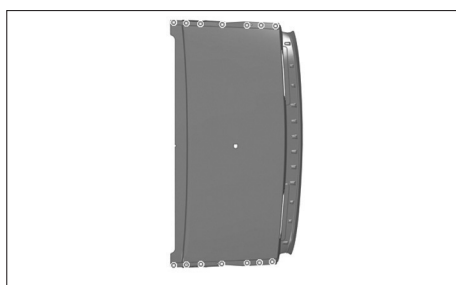

FIG. 144
- Percer des trous Ø 6,5 mm pour le soudage par points bouchons (Fig.144).